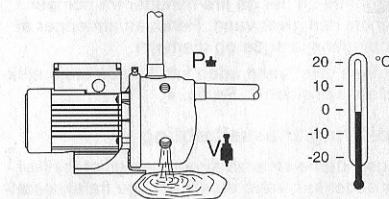

Fig. 8 Tømning af pumpen
Afmontér proppen (P) og proppen eller ejektorventilen (V) for at tømme pumpen. Se fig. 8.